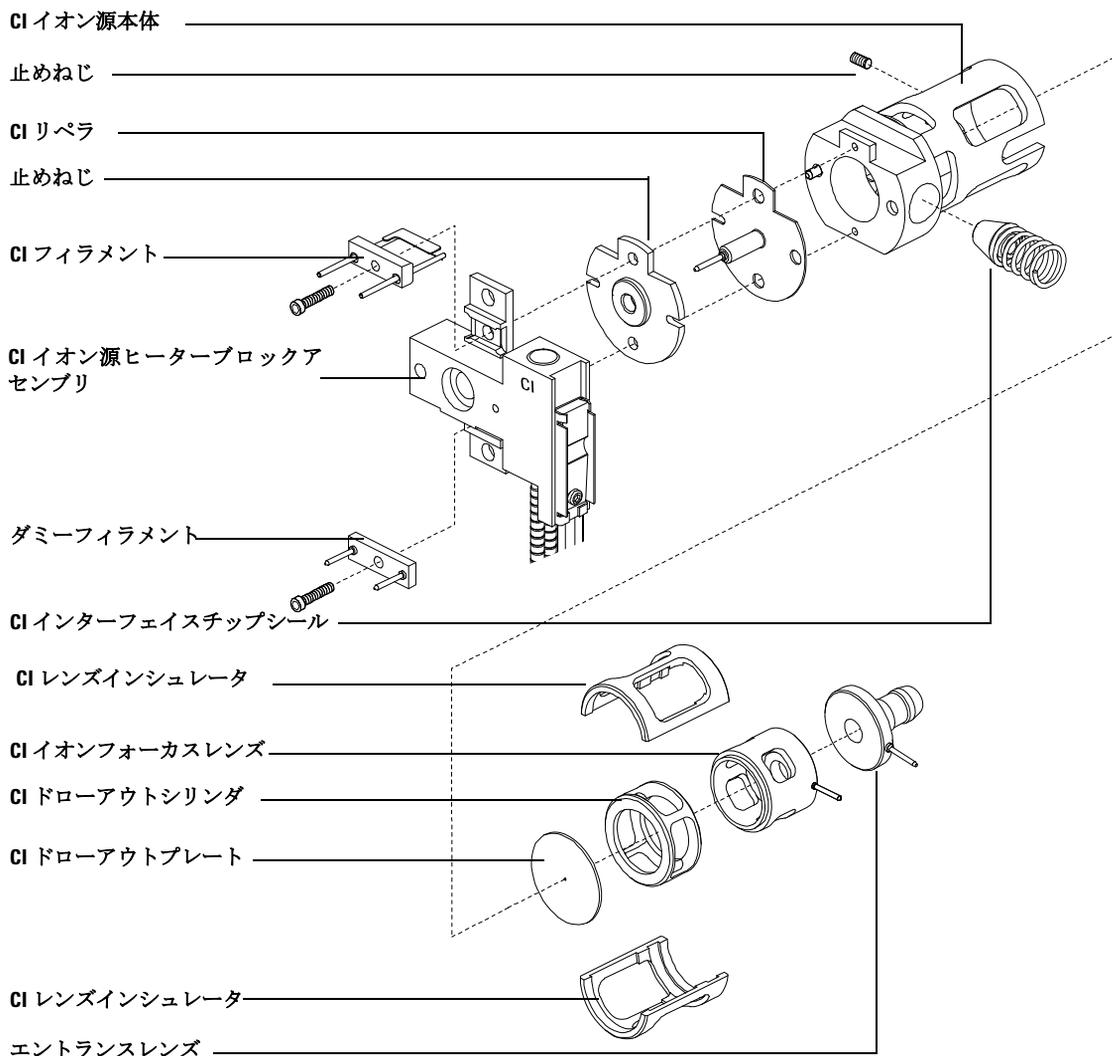

図 34 CI イオン源を分解するには
- 2 フィラメントを取り外します。167 ページの図 34 を参照してください。